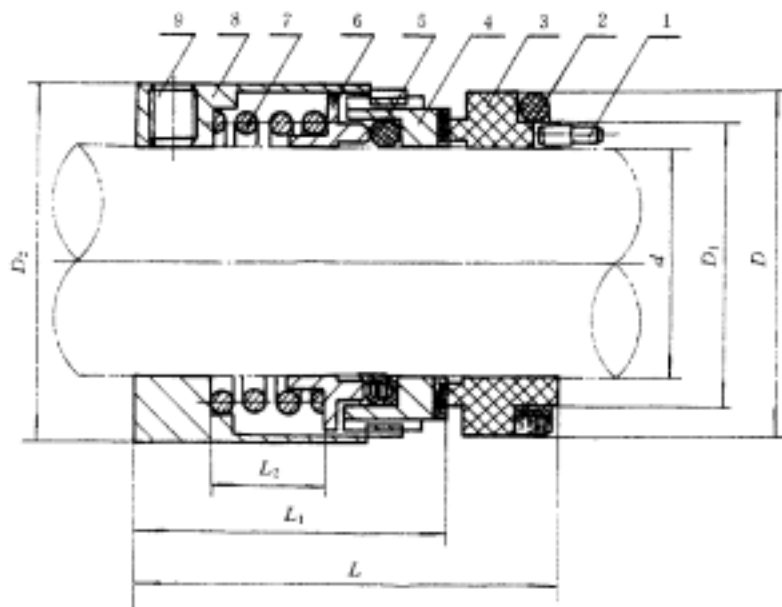

图 3 104 型机械密封
- c . 104 型：内装单端面单弹簧非平衡型套传动，见图 3；其派生型 104a 型见图 4；